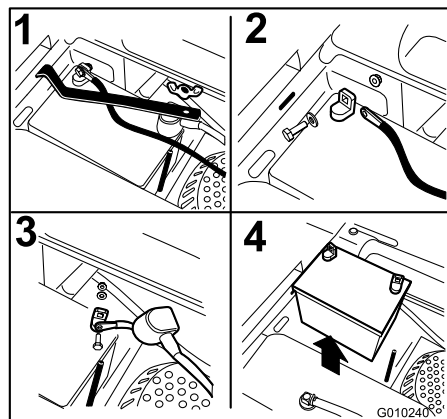

Figure 44
3. Retirez l'écrou à oreilles qui fixe la barrette de maintien de la batterie (Figure 44).
4. Commencez par débrancher le câble négatif (noir) de la borne négative (-) (noire) de la batterie (Figure 44).
5. Enlevez le capuchon rouge de la borne positive (rouge) de la batterie et débranchez le câble positif (+)(rouge) (Figure 44).
6. Déposez la barrette (Figure 44).
1. Placez la batterie dans son support en tournant les bornes à l'opposé du réservoir hydraulique (Figure 44).
4. Fixez les câbles avec 2 boulons, 2 rondelles et 2 contre-écrous (Figure 44).
6. Reposez la barrette et fixez-la avec l'écrou à oreilles (Figure 44).